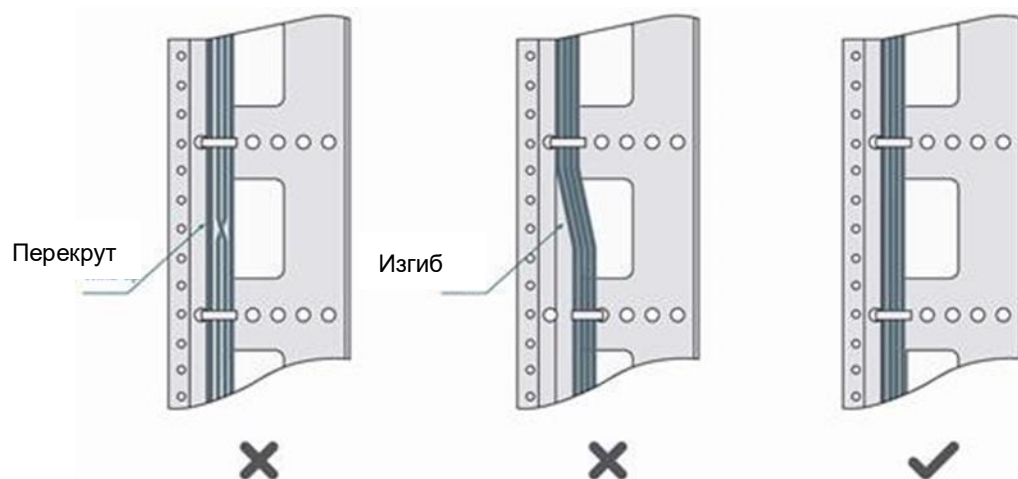

Рисунок 31. Стяжка проводов(1)
- Кабели должны быть аккуратно и правильно стянуты, как показано на Рисунок 31.